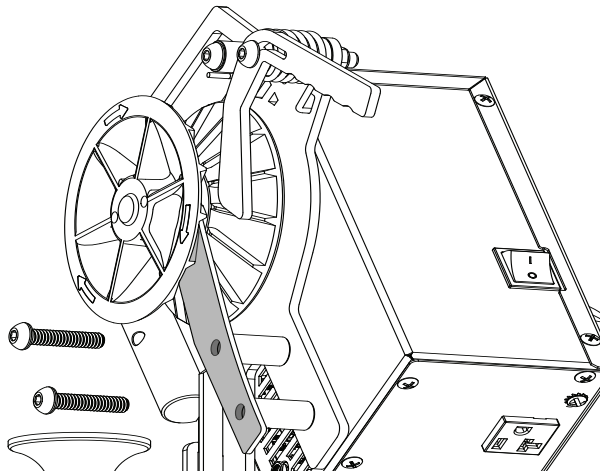

Figure 8
3. Retirer le guide d'extraction de la corde en retirant les deux boulons qui le fixent au châssis. (Fig. 8)